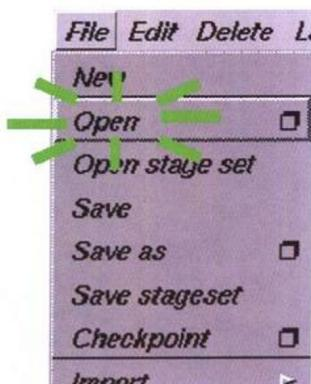

图 1-11
(1) 选择 Open 命令打开文件浏览器，如图 1-11 所示。